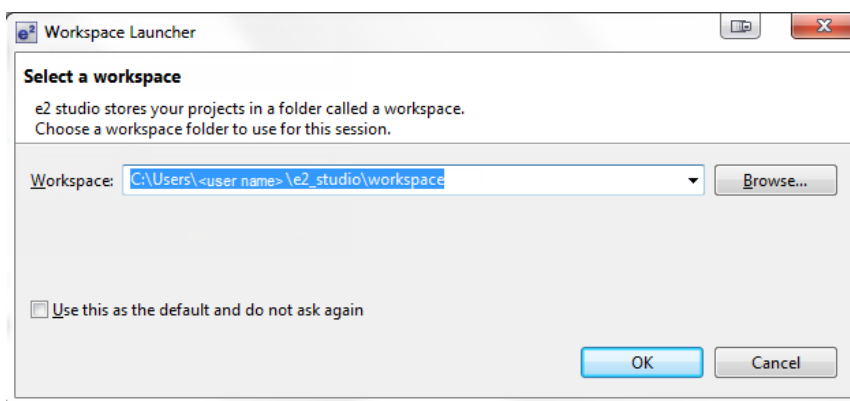

図 2.1 [Workspace Launcher] (ワークスペースランチャ) ダイアログ
- A. e² studio の起動が完了した後、図 2.1 のに示す **[Workspace Launcher]** (ワークスペースランチャ) ダイアログボックスが表示されます。